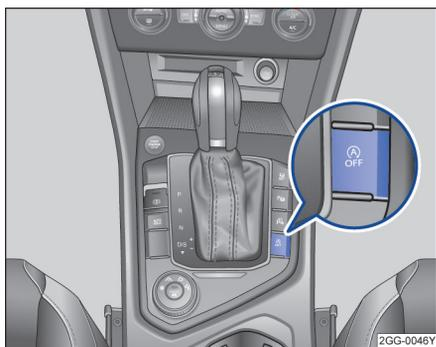

图 113 启停系统按钮
- 按两次按钮  → 图 113。
- 按下按钮  → 图 113。